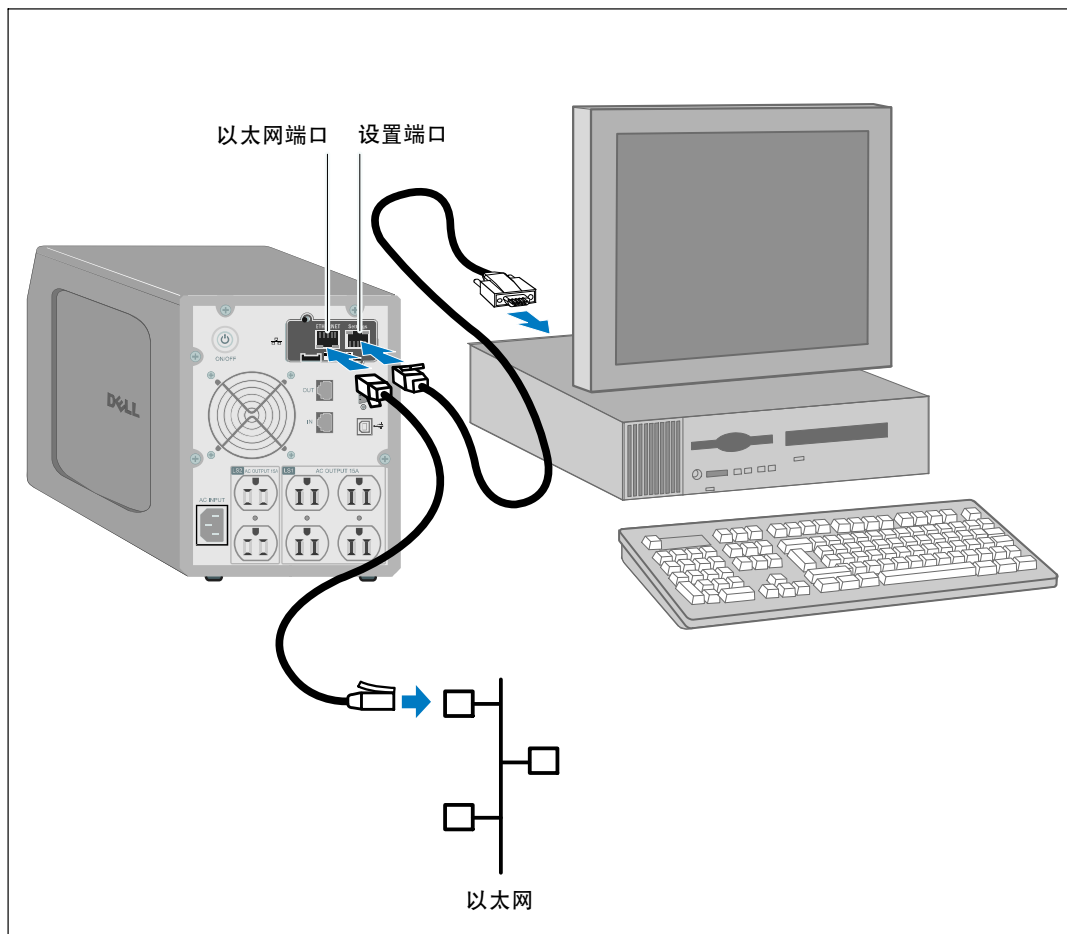

图 5. 连接网络管理卡
- 1 将提供的串行电缆的 RJ-45 端插入卡上的设置端口（参见图 5）。
- 3 将有效的以太网网线（未提供）连接到 Dell 网络管理卡上的以太网端口（参见图 5）。等待约两分钟，直到 UPS 数据灯正常闪烁，表示进入正常工作状态。